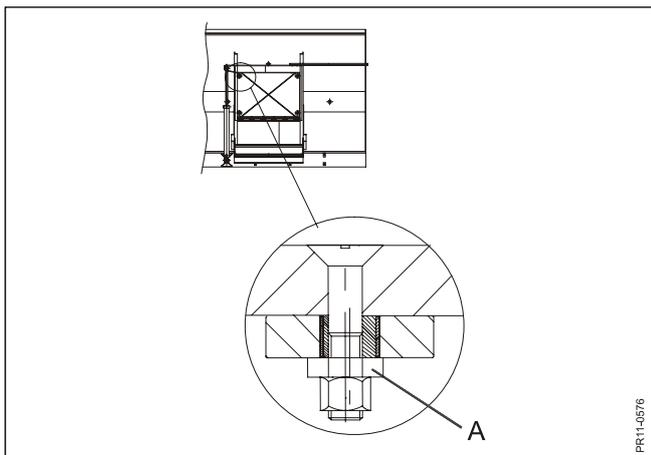

Fig. 9.7
Fig. 9.7 Vérifier les rouleaux de la porte tous les 6 mois et les ajuster si nécessaire. Desserrer l'écrou et ajuster le rouleau vers le côté à l'aide de l'excentrique (A). La porte doit se déplacer parallèlement au guidage avec un minimum de jeu entre les rouleaux et le côté.